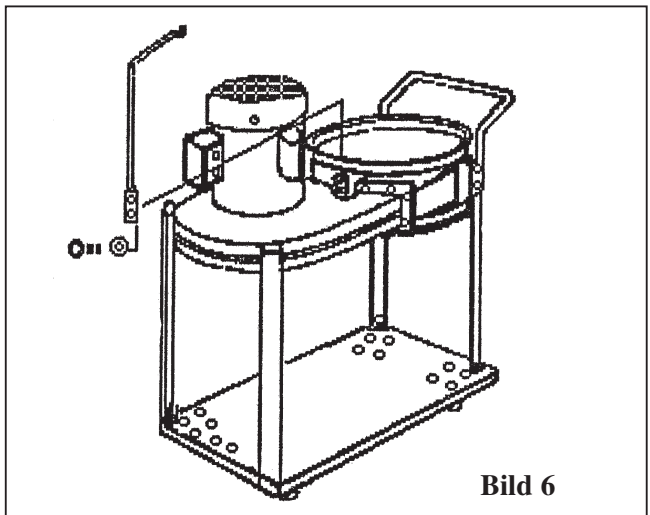

Bild 6
5. Hold den vertikale støtte så krogen peger opad, tilpas de to huller ind på stativet med hullet på filterhuset, skru fast med skrue. (Bild. 6)